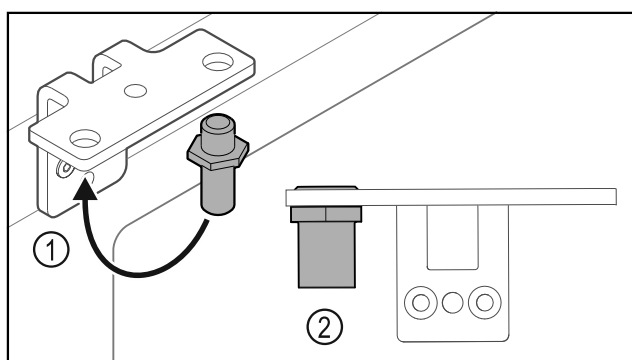

Fig. 33
- Prestavite sornik v kotniku tečajev vrat Fig. 33 (1).
- Sornike Fig. 33 (2) zategnite z **zateznim momentom 12 Nm**.